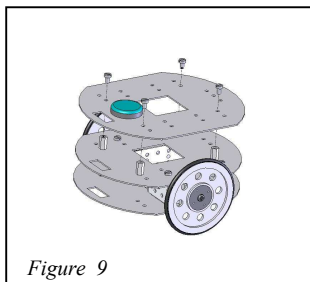

Figure 9
Étape 1 : Démontez le châssis inférieur (4), celui le plus proche du sol, Voir les figures 9 & 10.